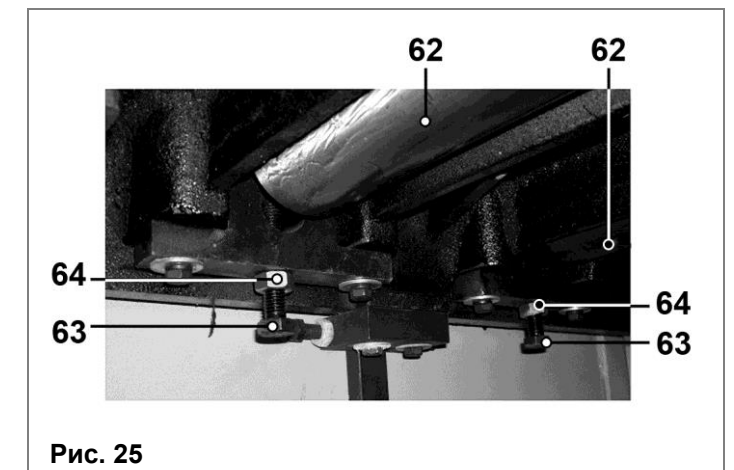

Рис. 25
10.9.1. Регулировка роликов (62). Все регулировки выполнены на заводе, но если вы почувствовали, что узел разрегулировался, выполните следующее: отключите
питание, поверните маховик (3) (Рис. 3) и поднимите стол (8). Регулировочный винт (63) роликов (62) (Рис. 25) находится в нижней части рабочего стола (8) (Рис. 24-25). Ослабьте гайки (64), болтом (63) отрегулируйте высоту роликов (62) и после регулировки зафиксируйте положение, затянув гайки (64).